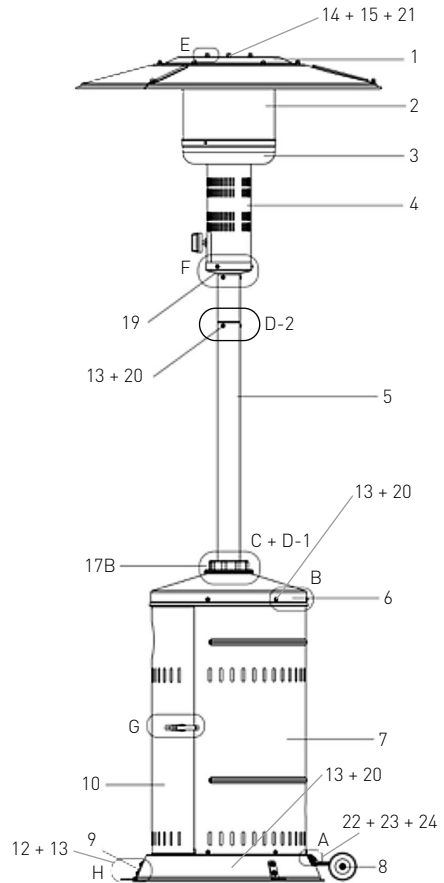

Abb. 1
SCHRITT 5: Montieren Sie das innere Gasrohr am Hauptbrenner – siehe Abb. 1. Befestigen Sie den Hauptbrenner am Ständer mit Hilfe von M5x10-Schrauben (3 Stück) mit Unterleg-